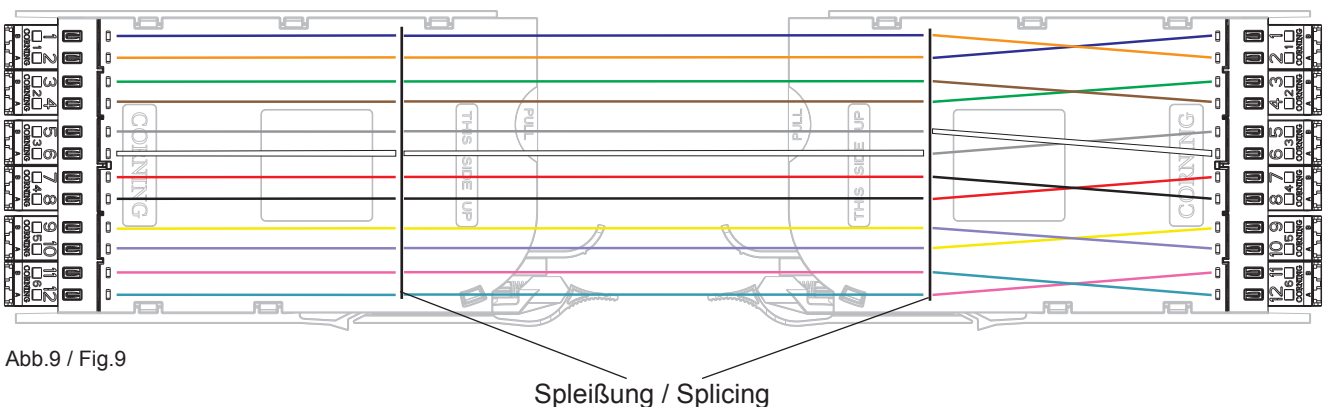

Abb.9 / Fig.9
4.4.2 Pigtails wie in Abbildung 9 gezeigt verlegen.